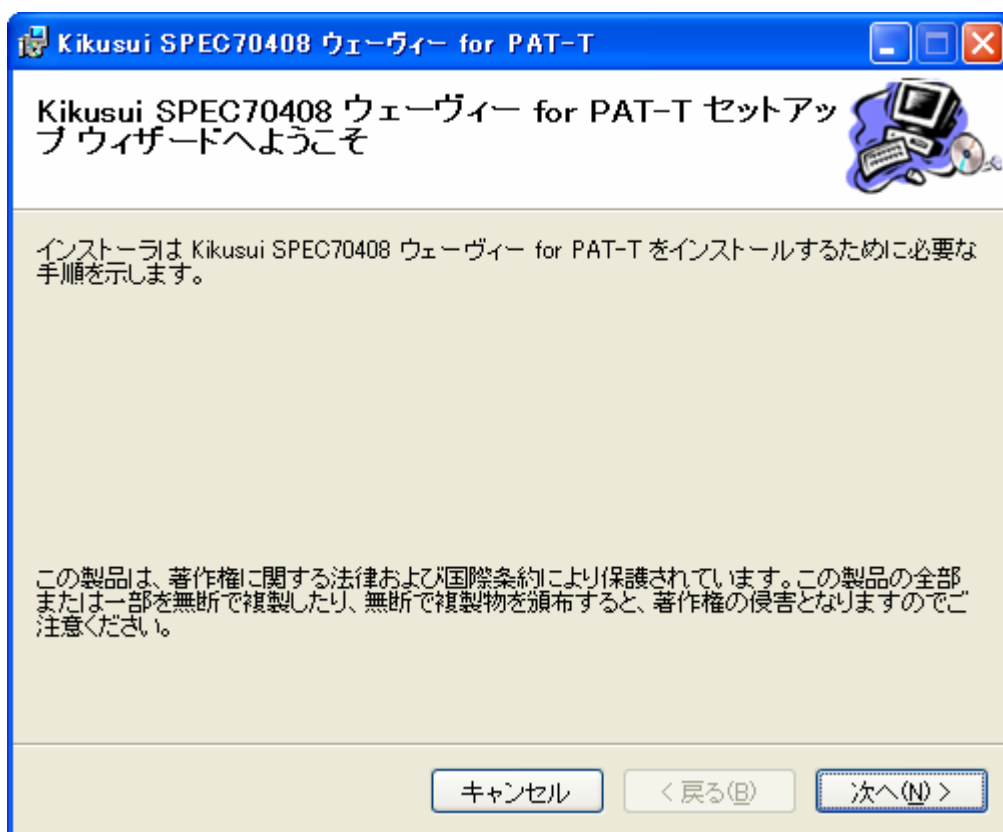

図 2-1 セットアップ起動画面
- ①CD-ROM をパソコンにセットします。
- ②しばらくすると、図 2-1 のセットアップ起動画面が自動的に表示されます。